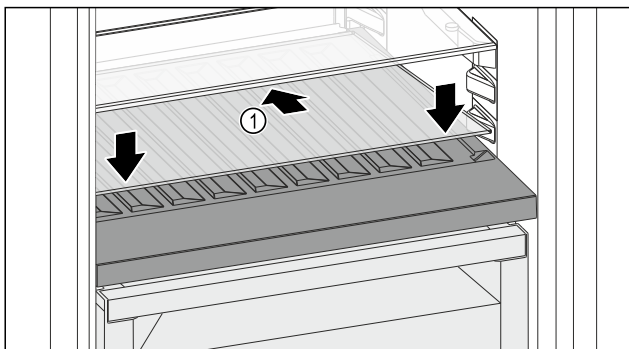

Fig. 146
- ▶ Așezați placa de sticlă Fig. 146 (1) oblic și spre spate înclinată în jos.
- ▶ Coborâți în față placa de sticlă Fig. 146 (1).